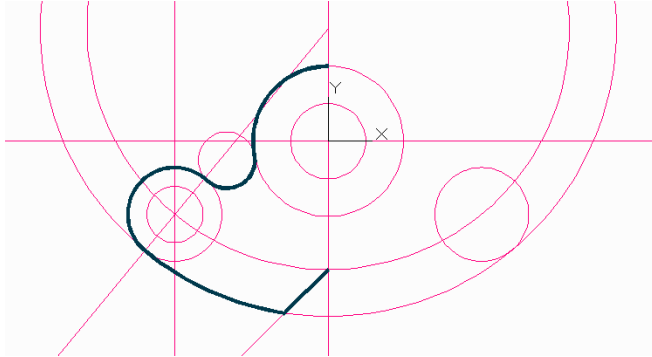

Рисунок 1.7 – Послідовність побудови графічної роботи «Плоский контур»
8) Обведення контуру деталі основною лінією (рис. 1.7):